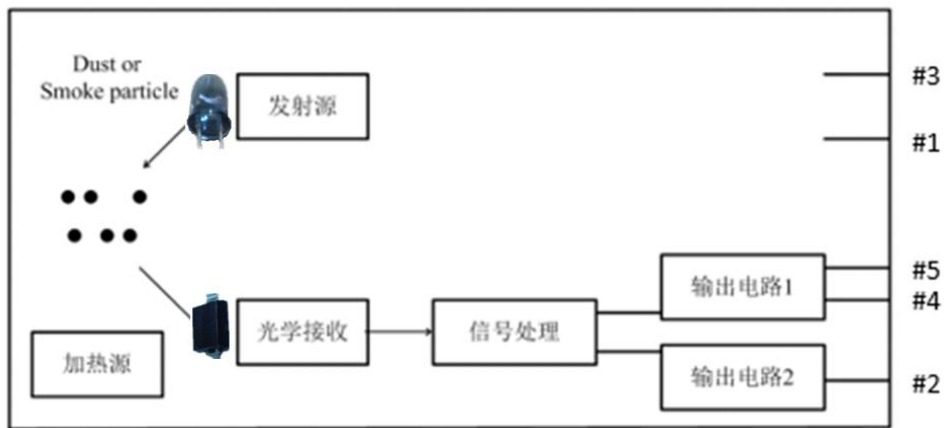

图3 原理示意2
1.1 必须垂直安装 传感器整体必须垂直于水平面进行固定安装, 如图3所示, 功率电阻将空气加热, 热空气上升带动外界气体进入光路并及时排除, 错误的安装方式会使传感器读数异常。